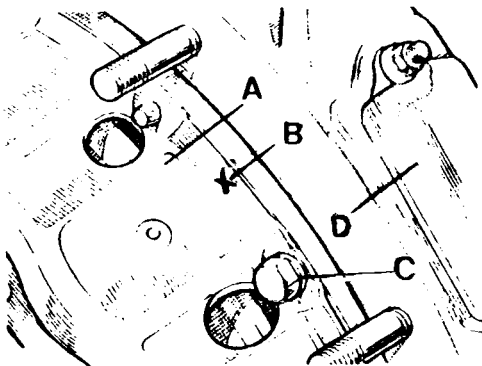

Fig. A3-81 Montaje del plato de presión
- 2.6. Montar el plato de presión, A (Fig. A3-81) sobre el volante, alineando la marca de apareamiento, B, existente en dicho plato, con la misma existente en el volante.
- 2.7. Montar los tornillos, C (Fig. A3-81), dándole un apriete de 3 á 3.5 mkg.
- 2.8. Montar la tapa del registro, D (Fig. A3-81).